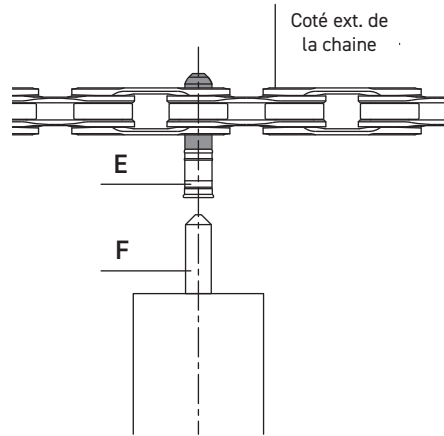

Fig.13
- Contrôlez que la pointe conique du poinçon (F) (Fig. 13) est en axe avec le centre de la bague ULTRA-LINK 5-CN-RE500 (11s) / 5-CN-SR600 (12s) (E) (Fig. 13).